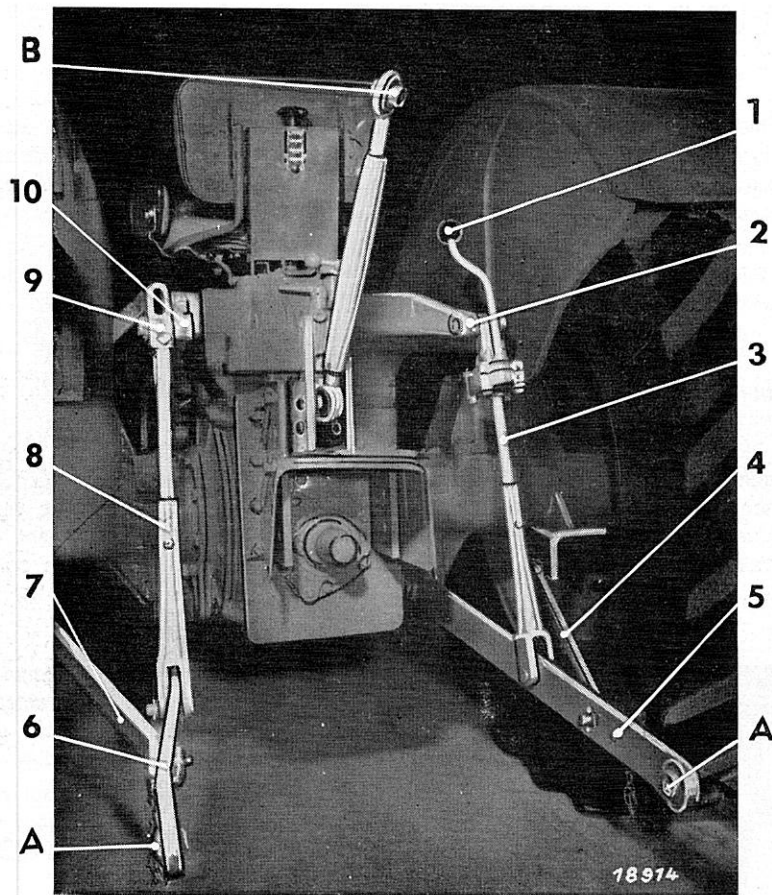
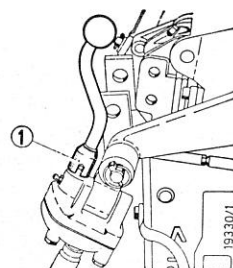

Figure 36
Figure 39 Volant verrouillé (1)
L'attelage trois points est constitué par les 2 bras inférieurs (5 et 6), par le bras supérieur (B) et les deux chandelles (3 et 8) — Voir fig. 36 —. La chandelle de droite est pourvue d'un volant permettant d'en modifier la longueur en fonction de la hauteur du point d'attache de l'outil. Pour prévenir un actionnement involontaire du volant permettant de modifier la longueur de la chandelle, il peut être verrouillé à l'aide d'une douille mobile. (Voir fig. 39 et 40)
Le débattement des bras inférieurs est limité par les barres de rigidation (4 et 7 de fig. 36). Les rotules des bras inférieurs sont à maintenir propres; ne jamais les enduire de graisse, cette dernière formant avec le sable une pâte abrasive qui détruirait à bref délai les rotules.